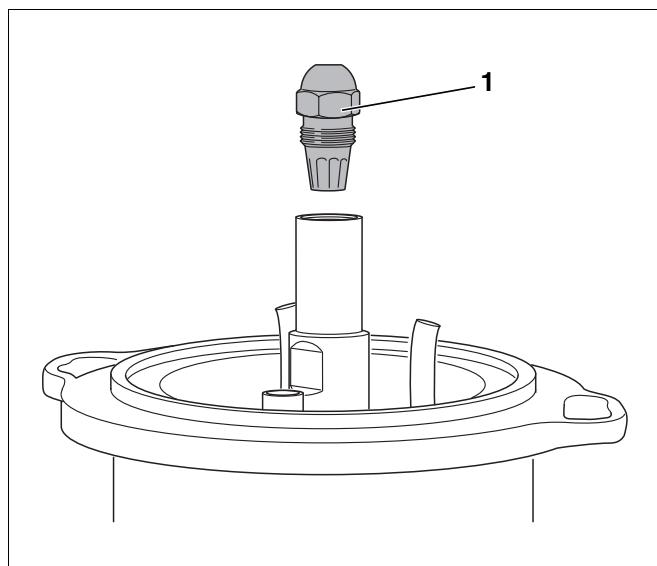

Рис. 29 Демонтаж форсунки
- Открутить форсунку (рис. 29, **поз. 1**) двумя гаечными ключами SW 16 и SW 19.
- Открутить форсунку (рис. 29, стр. 34).